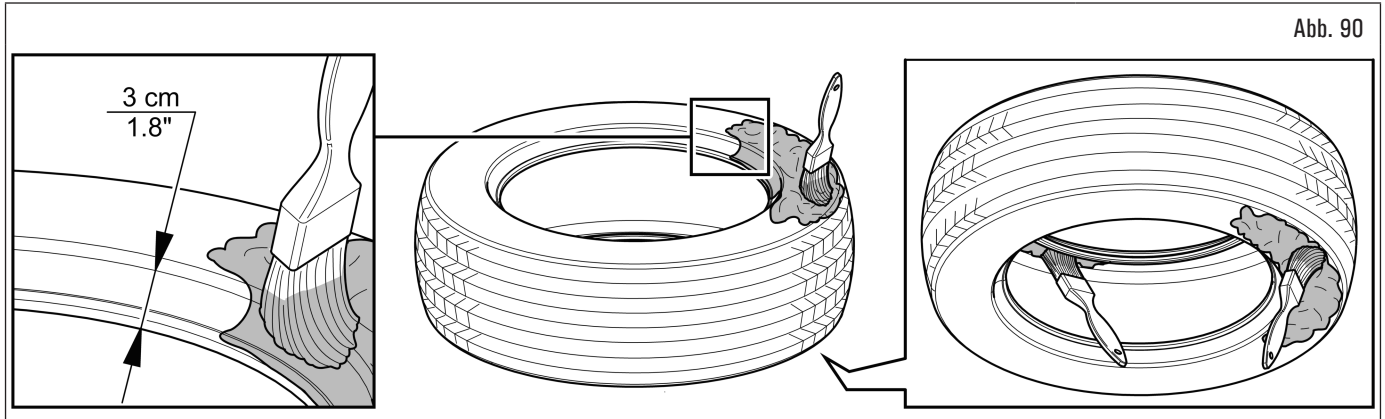

Abb. 90
1. den Reifen reichlich schmieren, die an beiden Wülsten und auf der Oberseite angebracht werden müssen, sowohl außen als auch mindestens 3 cm (1,18") von der Ferse entfernt innen (Abb. 90);